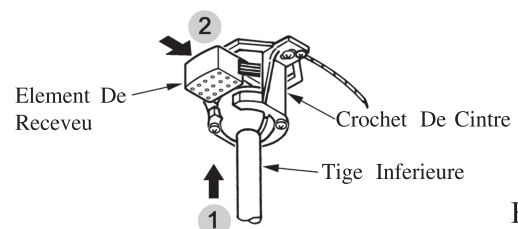

FIG.6
2. Soulever le ventilateur avec soin et placer la tige inférieure et la balle d'assemblage sur le crochet de cintre. Vérifier que la rainure dans la balle est alignée avec languette sur le cintre. Insérer le récepteur dans le crochet de cintre. Ne pas pincer les câbles entre la balle est la tige d'assemblage et le crochet de cintre (Voir fig.6)